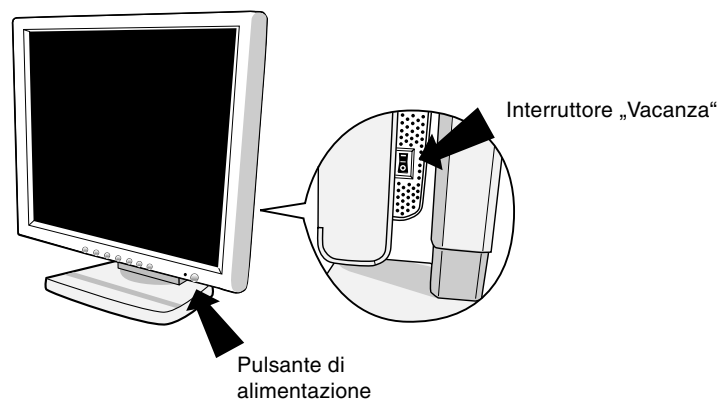

Figura D.1
5. Controllare che l'interruttore „Vacanza“ sulla destra del monitor sia in posizione ON. Accendere il monitor con il pulsante di alimentazione (**Figura D.1**) e il computer.